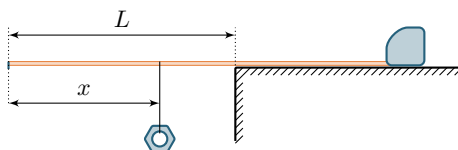

Рис. 4
1. Проведите измерение величины L , при которой полотно ломается, для разных значений x (рис. 4). Результаты измерений представьте в виде таблицы.